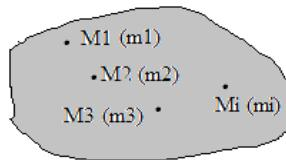

Figure III.1
Considérant un système discret (ou discontinu) (S) de N points matériels (qui ont une distance entre eux) de masse (m_i) Figure III.1. Donc la masse totale d'un système discret est la somme de toutes les masses des points matériels qui le constituent :